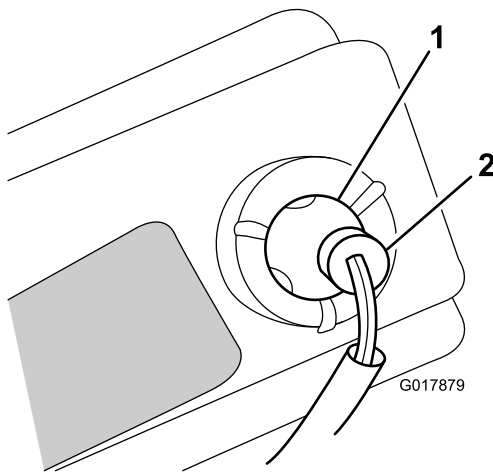

Bild 31
6. Ziehen Sie die Birnenfassung heraus (Bild 31).